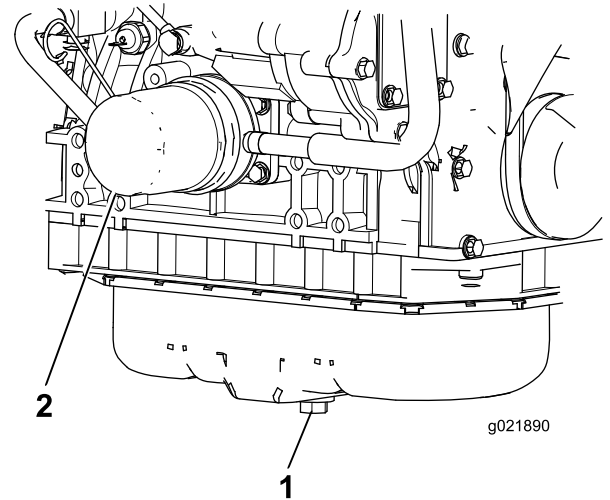

Bild 83
1. Entfernen Sie die Ablassschraube und lassen Sie das Öl in die Auffangwanne ab (Bild 83).
3. Entfernen Sie den Ölfiter (Bild 83).